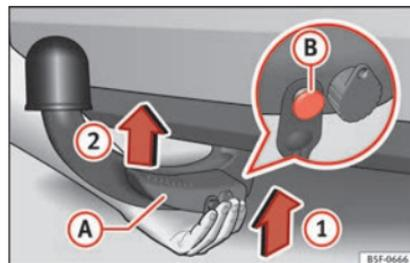

Fig. 236 Colocar bola desmontable / perno de desbloqueo en el estado desplegado
- Sujete la bola desmontable desde abajo » fig. 236 y encájela en el alojamiento del gancho siguiendo el sentido de la flecha ① hasta que se encastre de forma audible » ⚠.